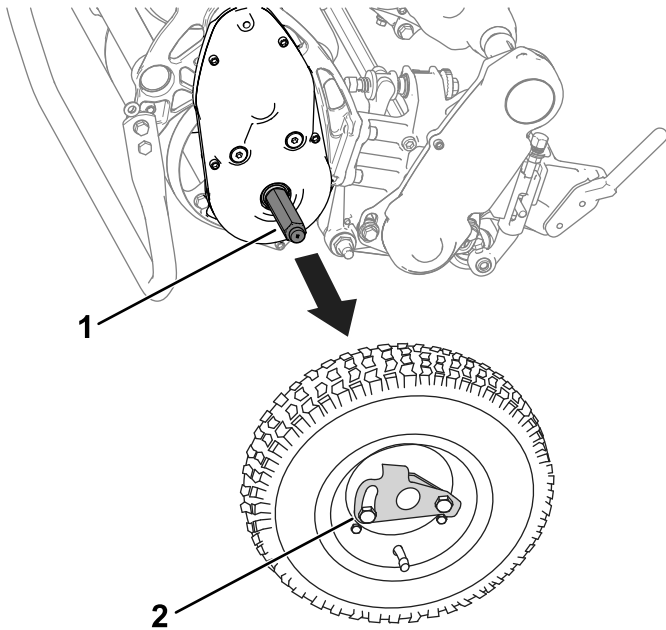

Figura 20
3. Smontate le ruote di trasferimento estraendo le clip bloccaruote dagli assi (Figura 20).